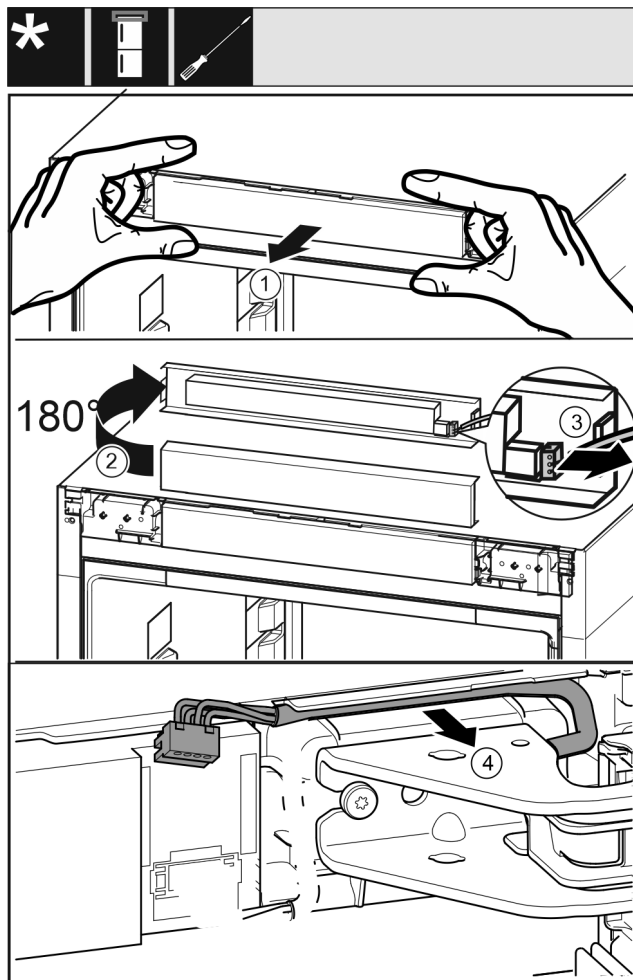

Fig. 10
- Обережно ослабте невелику панель керування Fig. 10 (1) вперед.
- Поверніть невелику панель керування Fig. 10 (2) вгору на 180°.
- Притисніть фіксувальний виступ Fig. 10 (3) вниз та обережно витягніть штекер.
- Обережно від'єднайте кабель Fig. 10 (4) над опорним кронштейном від направляючої.